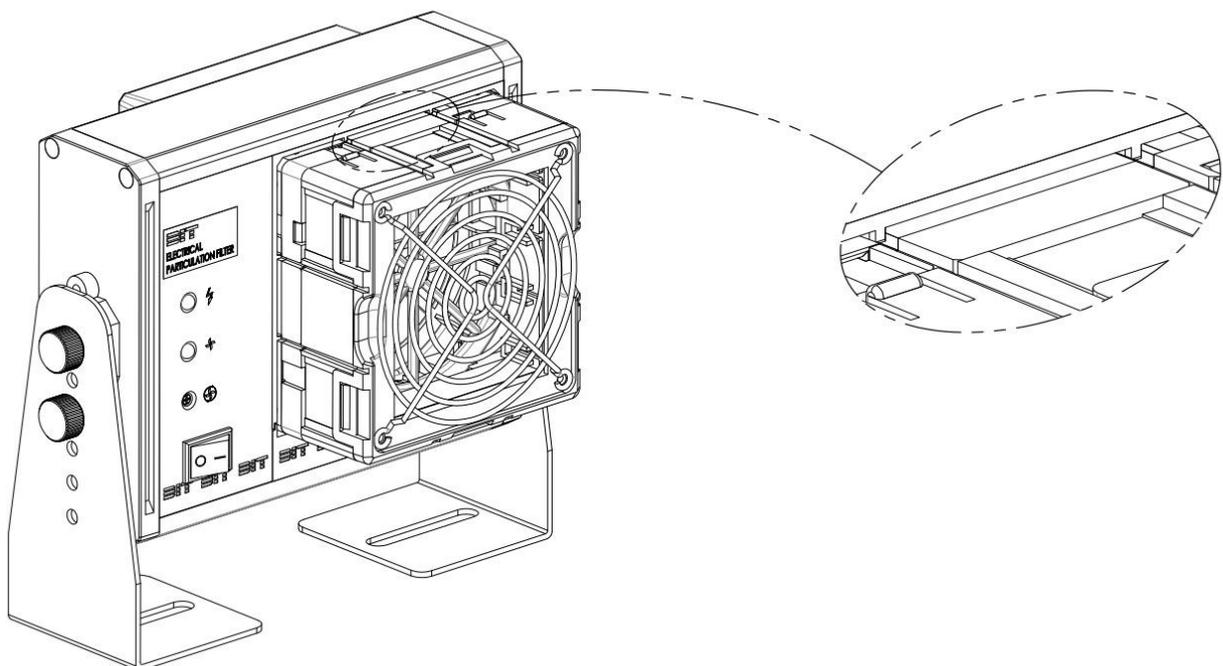

図2
- ① 本体内部のガイドバーを集塵部の溝に合うように組み立てます。(図2参照)
- ② 集塵部を適切な位置まで押し込んでください。